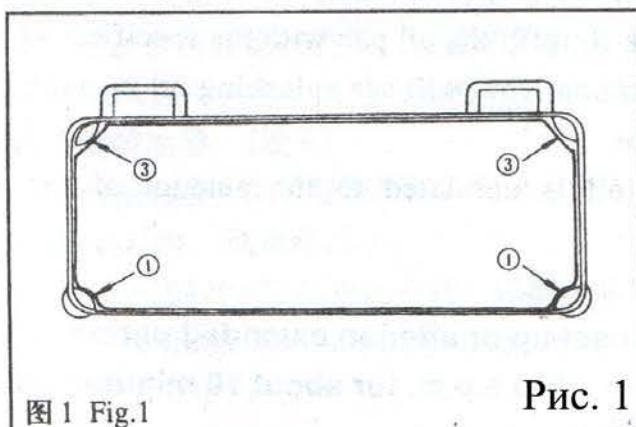
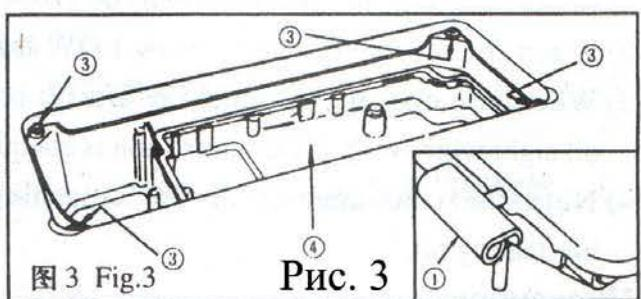
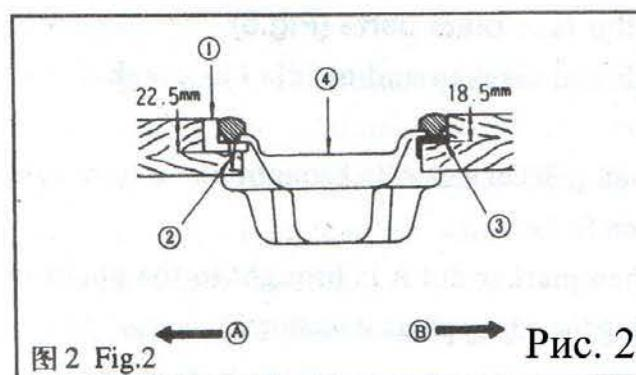
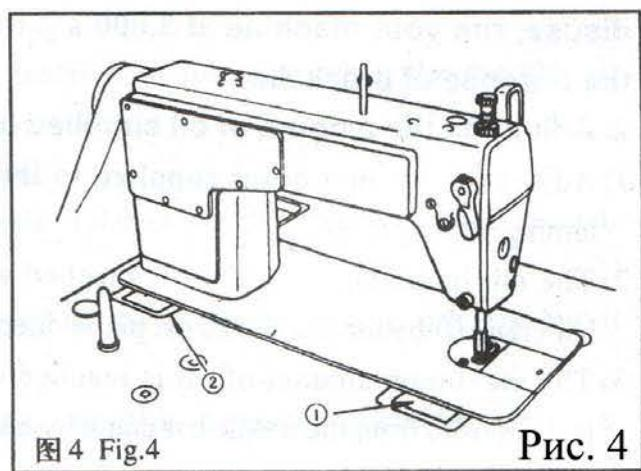

Рис. 1
Рис. 3
图 2 Fig.2 ←Ⓐ →Ⓑ Рис. 2
图 4 Fig.4 Рис. 4
1 Установка (Рис. 1, Рис. 2, Рис. 3, Рис. 4)
- 2) Установите две резиновые подкладки (1) на стороне А (сторона оператора), используя гвозди (2), согласно указанию на рисунке. Установите две демпферные подкладки (3) на стороне В (сторона с шарнирами), используя гвозди (2). Затем установите масляный поддон (4) на установленные подкладки. (Рис. 1, Рис. 2.)
- 3) Установите шарнир (1) в отверстие в основании машины, и выровняйте машину со резиновому шарниру стола (2) перед тем, как устанавливать машину на подкладки (3) расположенные по четырём углам. (Рис. 3, Рис. 4)